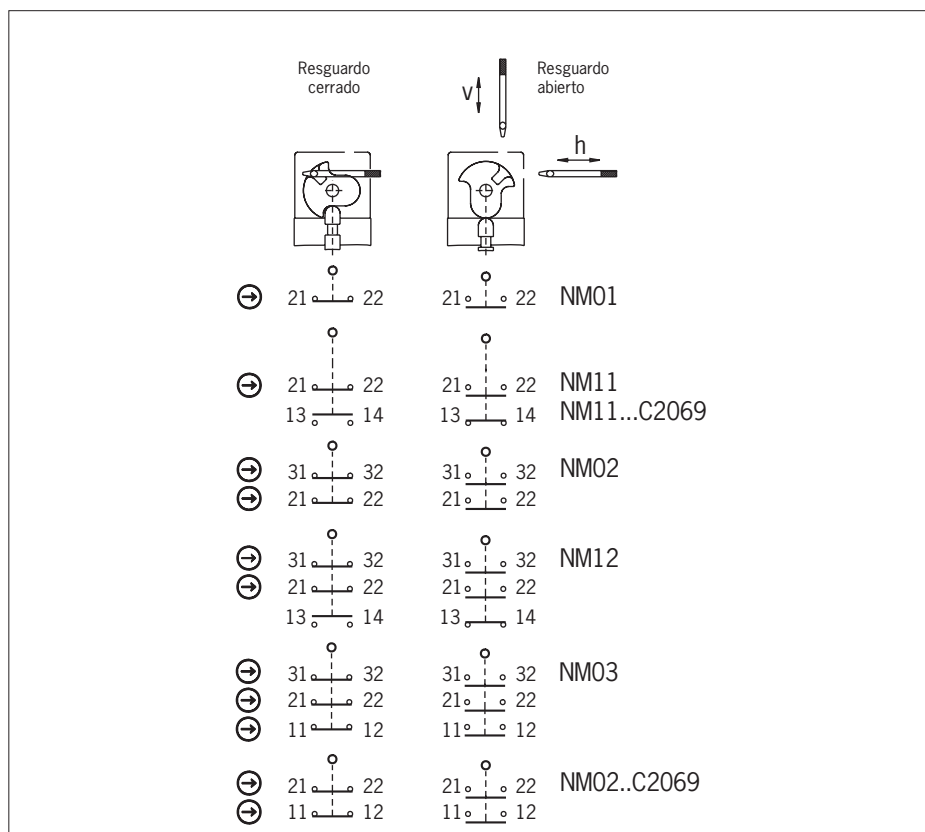

Fig. 3: Elementos interruptores y funciones de conmutación
Debe usarse como mínimo un contacto ➞. Este señala la posición del resguardo (para la asignación de contactos, consulte la Fig. 3).
3. Apriete las conexiones y bornes con 0,5 Nm (para la asignación de contactos, consulte la Fig. 3).